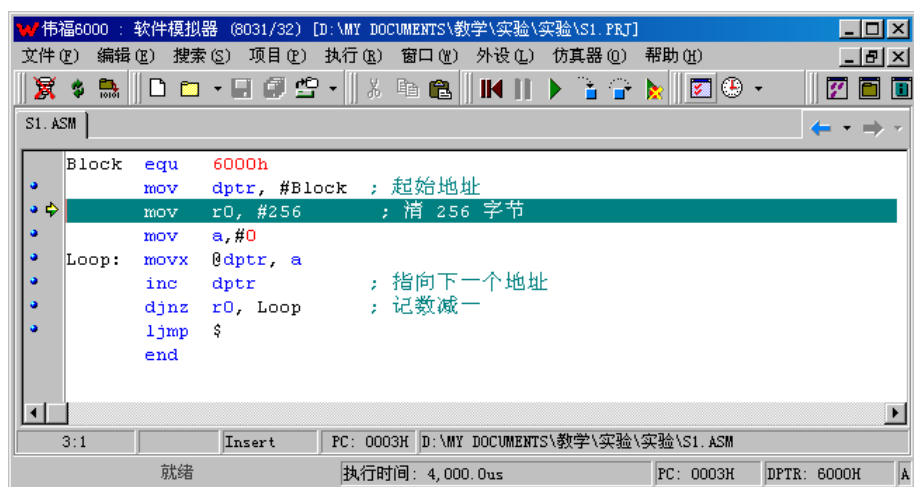

图 6.19 启动单步调试程序
(5) 单击快捷工具栏中的“跟踪”图标或按F7键启动单步跟踪调试程序，如图6.19所示。单步跟踪就是一条指令一条指令地执行，若有子程序调用，也会跟踪到子程序中去。这种方式可以观察程序每一条指令的执行的结果，光标“=>”所指的就是下次将要执行的程序指令。源程序窗口最左边的“o”代表此行为有效程序，此行在编译过程中产生了可以指行的机器指令。